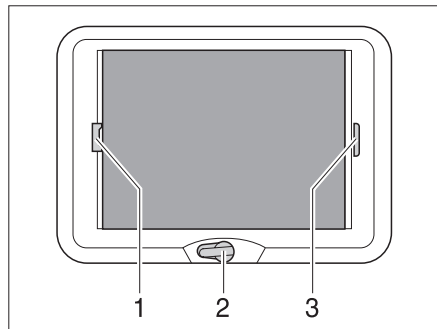

Fig. 37 Claraboya de elevación a manivela
- ▶ Girar la manivela (Fig. 37,2) hasta que se note resistencia (ángulo de apertura máx. 70°).
- ▶ Tirar el estor plegable con el tirador (Fig. 37,3) y soltarlo en la posición deseada. El estor plegable se queda fijo en esta posición.
- ▶ Tirar la protección contra insectos con el tirador (Fig. 37,1) hacia el tirador opuesto del estor plegable (Fig. 37,3) y dejarlos engatillar.
- ▶ Empujar el tirador de la protección contra insectos (Fig. 37,1) hacia arriba y desenganchar la protección contra insectos en el estor plegable (Fig. 37,3).